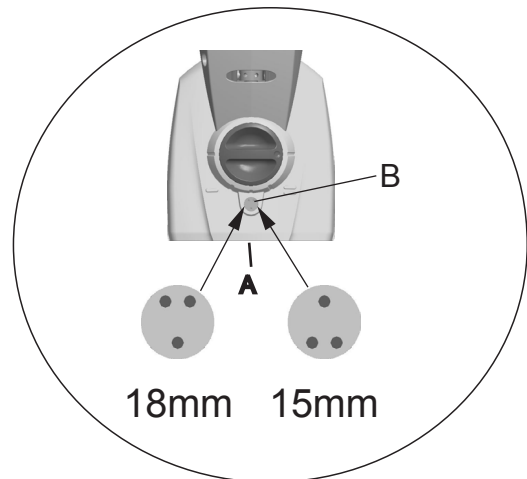

Fig. 3
- A l'aide d'une clé Allen (2,5 mm), desserrer la vis (A) de quelques tours.
- A l'aide d'un tournevis, régler la vis de réglage (B) sur 15 ou 18 mm de longueur de pattes, voir Fig. 3.
- Resserrer la vis (A).